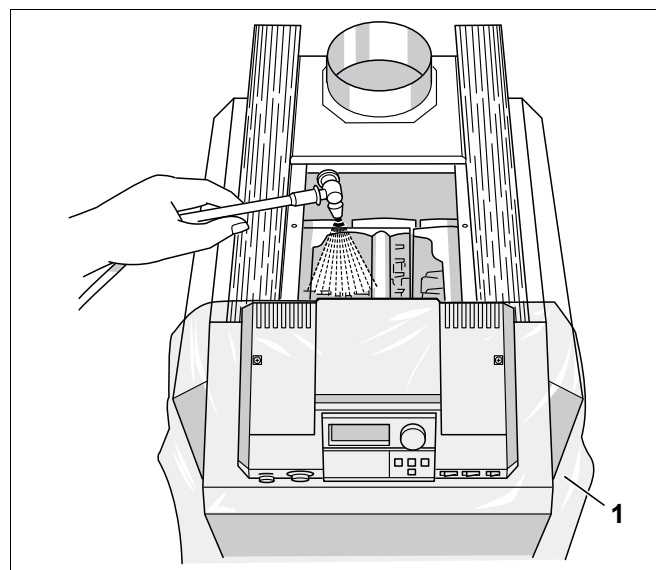

Рис. 42 Влажная чистка котла
- Накрывать систему управления пленкой (рис. 42, поз. 1). Не допускать попадания аэрозольного тумана в систему управления.
- Сверху распылить равномерно чистящее средство в газоотводящих каналах (рис. 42).